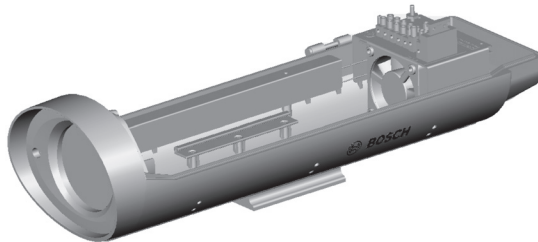

Afbeelding 5.3 Afstandsringen voor montage van zoomobjectief en camera
- Combineer de 4 mm en de 9 mm afstandsringen die zijn meegeleverd voor de montage van de camera op de optionele cameraschuifplaat van type A (gebruik verschillende combinaties van afstandsringen om ervoor te zorgen dat het cameraobjectief zich in het midden van het venster bevindt). Gebruik de 1/4-20 x 5/8 inch schroef met grote, platte onderleg-ring voor bevestiging van de camera en afstandsring op de schuifplaat, zoals weergegeven in *Afbeelding 5.3*.